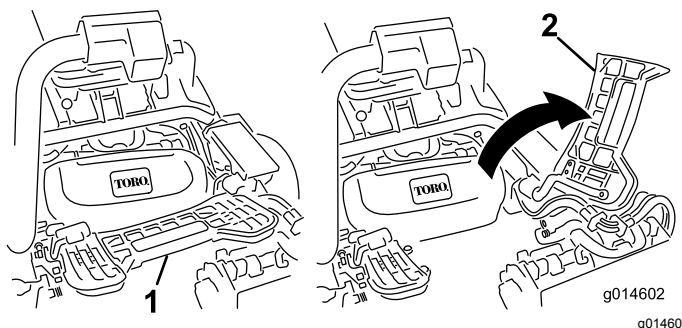

Figura 50
2. Eleve o apoio de pé e incline-o para aberto, permitindo o acesso à posição da unidade de corte central (Figura 50).